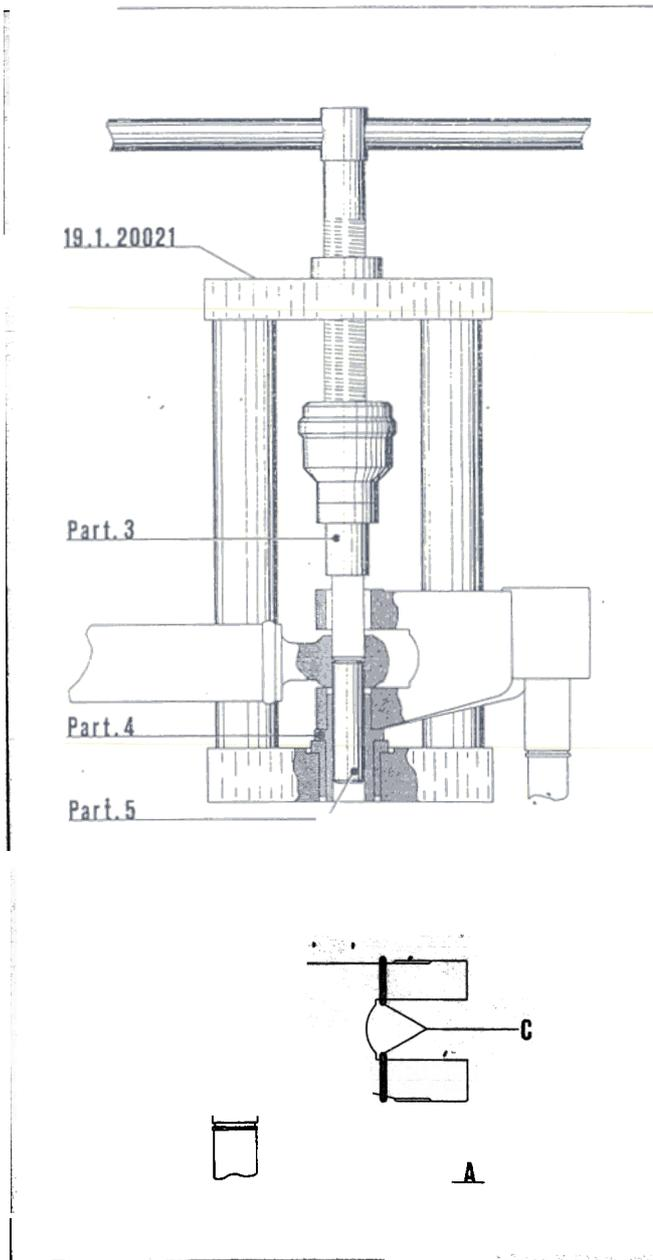

Fig. 20 R
Montaje del eje (Fig. 20 R)
- Quitar de la herramienta 19.1.20021, la pieza 5, de guía que ha sido expulsada parcialmente en la fase anterior del montaje del eje (Fig. 20 R), dejando instalado el particular 4 (Fig. 21 R).
- En este momento retirar las los piezas separadoras (part. 17, fig. 22 R) después de haber llenado completamente con grasa (1) el espacio comprendido entre los casquillos, el tubo de dirección y el buje oscilante, desplazar los anillos guarda-polvos hasta colocarlos en posición correcta (fig. 20 R, detalle -A).